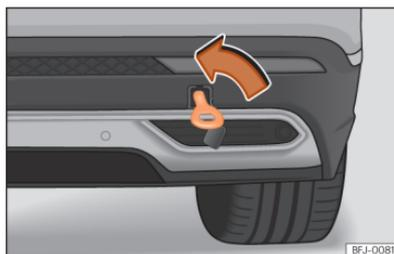

Abb. 228 Auf der rechten Seite des hinteren Stoßfängers: Eingeschraubte Abschleppöse.
- Drehen Sie die Abschleppöse **entgegen dem Uhrzeigersinn** so fest wie möglich in die Aufnahme » (Abb. 228) , » ⊙. Verwenden Sie ein geeignetes Hilfsmittel, um die Abschleppöse festzuziehen.